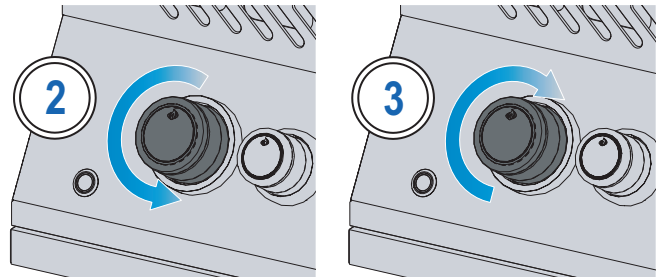

Fig. 1
4. Als de ontsteker en brander niet binnen 5 seconden ontsteken, draai de bedieningsknop met de klok mee naar de UIT-positie. Wacht 5 minuten totdat het gas is verdampt. Herhaal stappen 2 en 3, of steek aan met een lucifer. (Fig. 1).
5. Als de brander niet ontsteekt, draai de bedieningsknop van de brander met de klok mee naar de UIT-positie. Wacht 5 minuten. Herhaal stap 3 en 4 (**Fig. 1**)